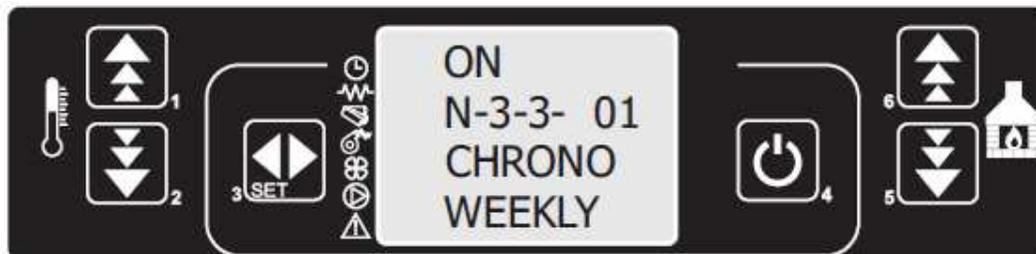

Fig. 33
Presione el botón SET y se activa la programación semanal (ON) como en la fig. 33